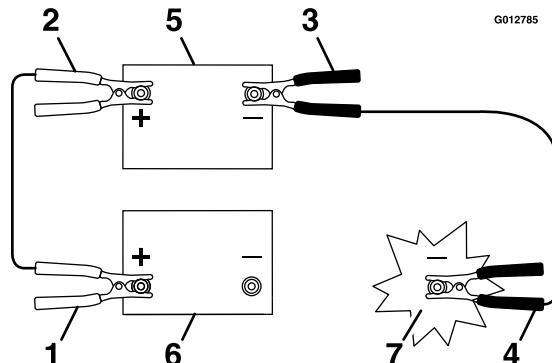

Figura 69
3. Conecte el cable positivo (+) al borne positivo (+) de la batería descargada que está conectado al motor de arranque o al solenoide, según se indica en Figura 69.